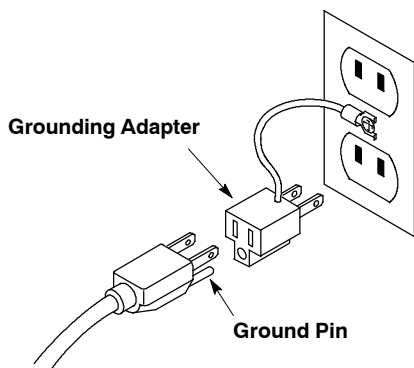

図 8
2. 付属のアースアダプターを使用して、電源コードを下図のとおりコンセントに差し込みます。(図8)